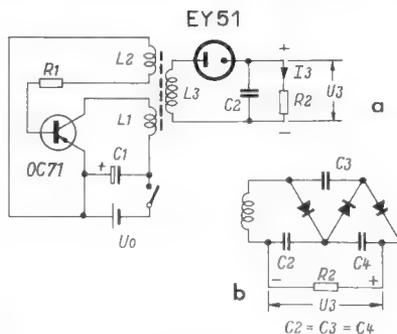

Bild 1. Transistorschaltung zur Gleichspannungstransformation; a mit Gleichrichterröhre, b mit Selengleichrichtern und Spannungsverdreifachung
Bild 1 zeigt eine praktische Schaltung mit dem Flächentransistor OC 71. Als Spannungsquelle dient eine kleine 3-V-Batterie (zwei Monozellen). Sie wird mit etwa 15 mA belastet, wenn bei einer Ausgangsspannung von 500 V dem Gerät 25 µA entnommen werden. Die Kollektorspitzenströme können mehr als das Zweifache des mittleren Batteriestromes betragen, so daß am Innenwiderstand der Spannungsquelle ein merklicher Spannungsabfall auftreten kann. Die Batteriespannung wird deshalb durch einen 100-µF-Kondensator (Niedervoltelektrolyt) geglättet. Die Bemessung des Spulensatzes L1...L3 ist in der Tabelle 1 enthalten. Der Widerstand R 1 in der Basiszuleitung hat einen Einfluß auf den Wirkungsgrad der Schaltung. Bei einem bestimmten Wert von R 1 ergibt
**Tabelle 1. Wickeldaten des Transformators in Bild 1**